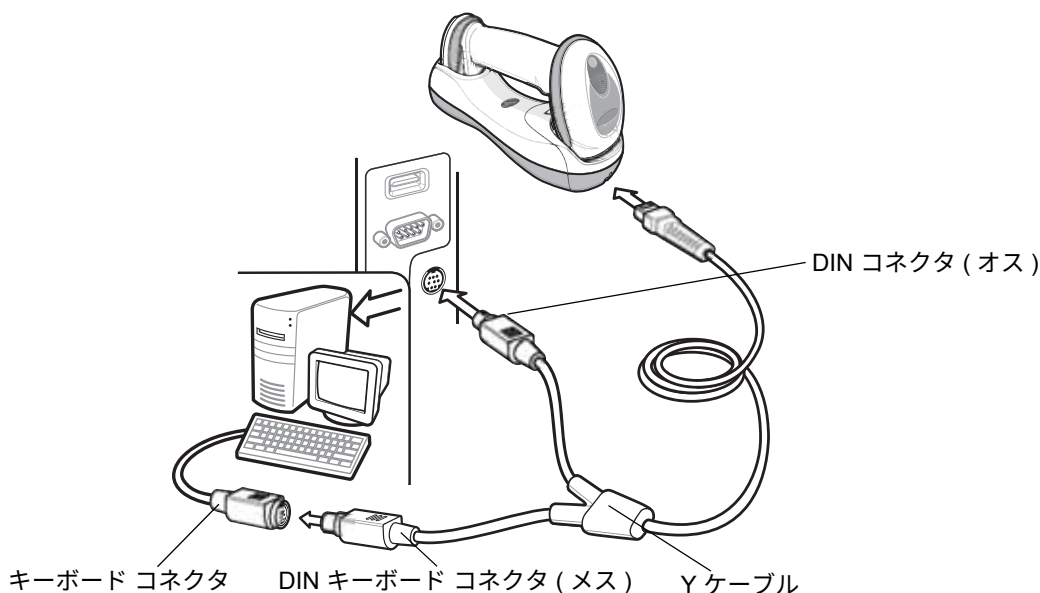

図 9-1 Y ケーブルによるキーボード インタフェース接続
- ✓ **注** 必要なインタフェース ケーブルは、設定によって異なります。図 9-1 のイラストに示したコネクタは、あくまでも例です。実際には、別のコネクタが使用される場合もありますが、クレードルの接続手順は同じです。